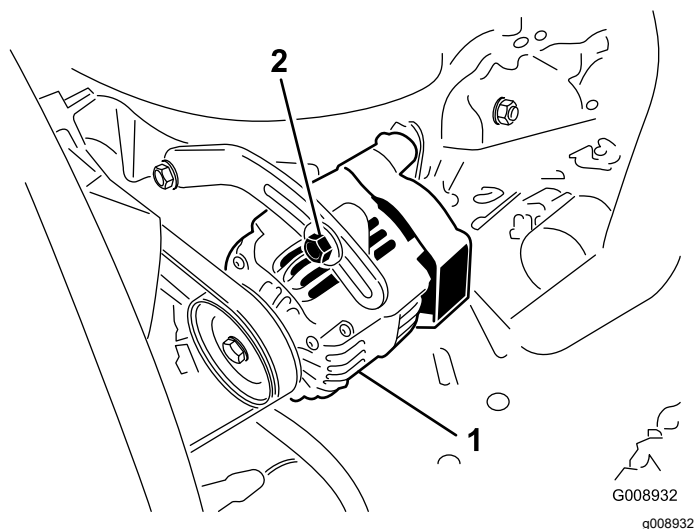

Рисунок 56
2. Якщо відхилення не становить 10 мм, ослабте болти кріплення генератора (Рисунок 56).